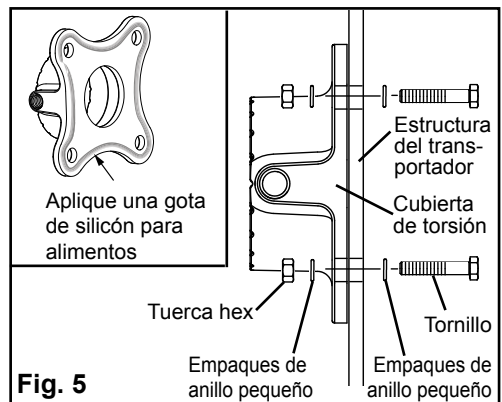

Fig. 5
- b. Sin equipo de separación – montaje al ras (Fig 5).
Nota: si se usa un método de montaje al ras, se debe colocar una gota de silicón de grado alimenticio en el fondo de la cubierta de torsión y la placa de montaje (Fig 5).